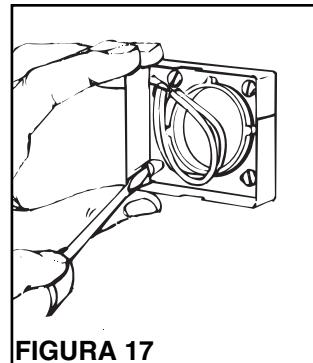

FIGURA 17
- Véase la Figura 17. Para algunas construcciones de pared de cartón-yeso o paneles, el marco de yeso se extenderá más allá de la pared terminada. En este caso, quite el marco de yeso de la abrazadera de montaje quitando los tornillos de montaje.